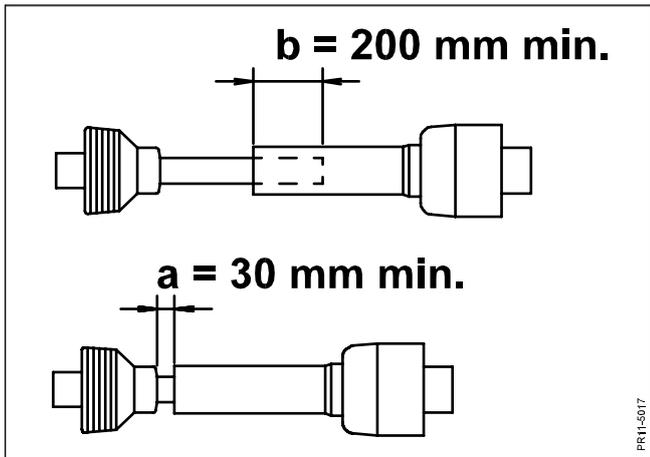

Fig. 2-9
- Fig. 2-9:** Die Gelenkwelle in der Länge so anpassen, daß: